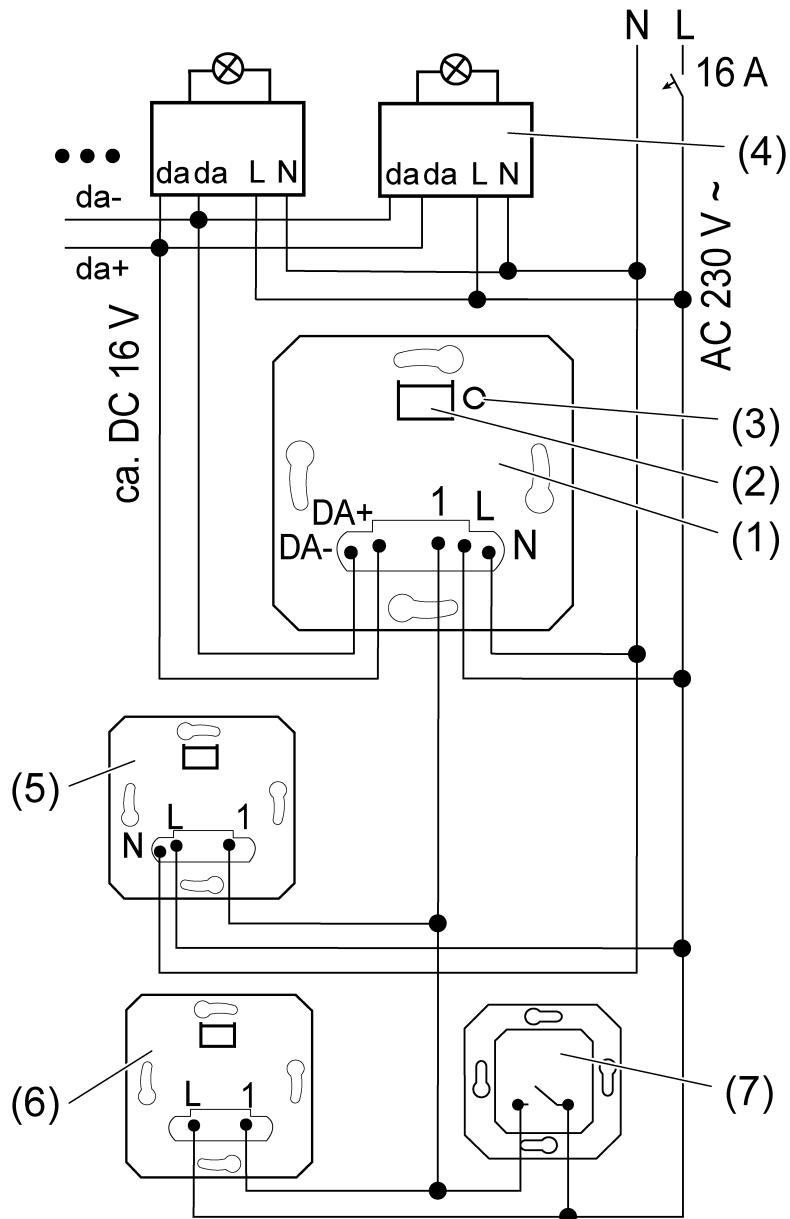

Figura 1: Plan de conexión con mecanismos auxiliares opcionales
- Conectar el mecanismo DALI (1) y los dispositivos DALI (4) según el esquema de conexiones (véase figura 1).
- i** Pulsando brevemente la tecla Test (3) se puede comutar la iluminación conectada, incluso sin módulo de sistema.